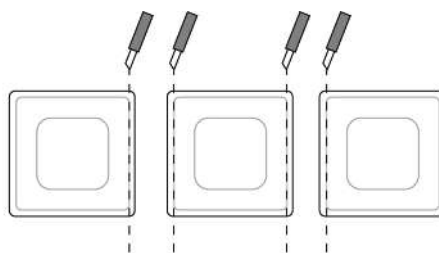

Imagen 3: Recortar la almohadilla adhesiva en el caso de combinaciones múltiples
- i** En el caso de combinaciones múltiples, se deberán recortar, con una regla y un cúter, a lo largo de la perforación exterior, las partes de la almohadilla adhesiva que sobresalen (Imagen 3).